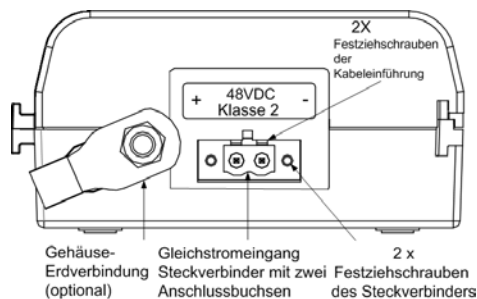

Abbildung 2: PoE Midspan Leistungssteckverbinder
- Der mit dem PoE Midspan mitgelieferte Stromanschluss (im Lieferumfang enthalten) besitzt zwei Anschlussklemmen: '+' (POS) und '-' (NEG) (Siehe Abbildung 2).
- Ziehen Sie die 2 Steckverbinderschrauben fest (siehe Abbildung 2).
- Verbinden Sie den PWR – Steckverbinder des PoE – Midspans mit den Kabeln aus verzinnter Kupferlitze mit einem Leiterquerschnitt von 16 AWG für jede Anschlussbuchse (ausgelegt auf 2 Ampere) und ziehen dann die 2 Kabelzugangsschrauben fest (siehe Abbildung 2).